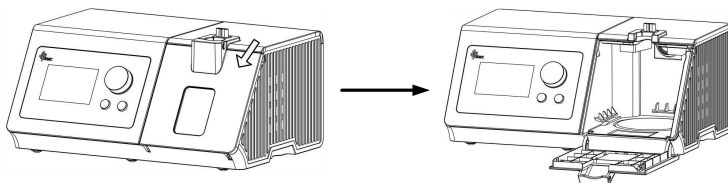

Fig. 11-7
(2) **Aprire il coperchio della camera d'acqua:** aprire il coperchio della camera d'acqua nella direzione mostrata in Fig. 11-7.